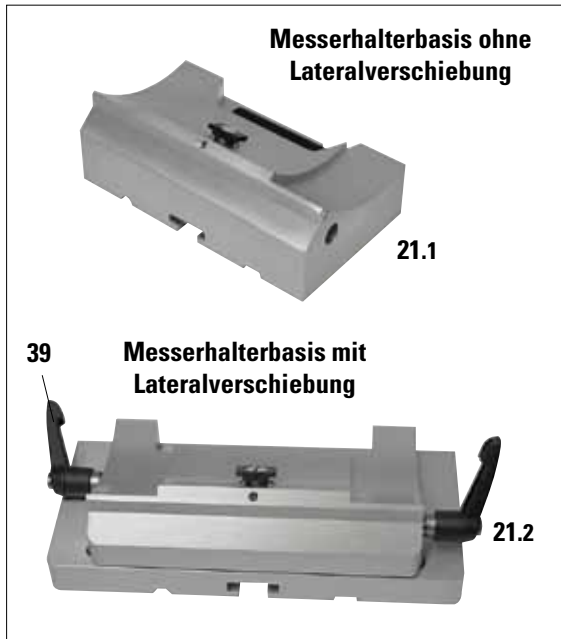

Abb. 26
- Zum Lösen der Klemmung den Klemmhebel (39, Abb. 26) links an der Messerhalterbasis nach vorn klappen.
- Zum Klemmen Hebel (39) nach hinten klappen.